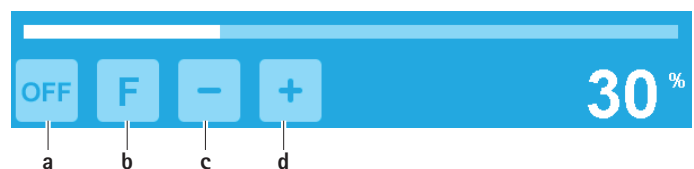

Fig. 7 Aktivera sköljpump-/”Flush”-funktion
- Aktivera sköljpump: Aktivera knappen för tillkoppling av sköljpumpen **a**, se Fig. 7. Sköljpumpen är aktiv och leder kylvätska med den för närvarande inställda flödesmängden.
- Inaktivera sköljpumpen: Aktivera knappen för frånkoppling av sköljpumpen **a**, se Fig. 7. Sköljpumpen är inaktiv och leder inte längre någon kylvätska.